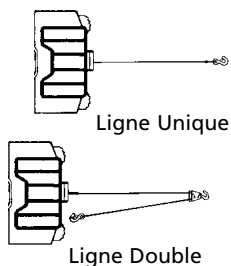

Figure 2
** Toutes les charges sont pour un fonctionnement à câble unique. Le fonctionnement à câble double avec un palan augmente la capacité du treuil approximativement du double. (Voir la Fig. 2.)
1. La capacité de charge de travail maximale se trouve sur la couche de câble métallique située le plus près du tambour. **NE SURCHARGEZ PAS LE TREUIL. N'ESSAYEZ PAS DES TRACCTIONS PROLONGÉES AVEC DES CHARGES LOURDES.** Les surcharges peuvent endommager le treuil et/ou le câble métallique et créer des conditions de fonctionnement dangereuses. **POUR TOUTE CHARGE SUPÉRIEURE À 454 KILOS (1000 LIVRES), NOUS VOUS CONSEILLONS D'UTILISER LE PALAN FACULTATIF AFIN D'AVOIR UNE LIGNE DOUBLE DE CÂBLE MÉTALLIQUE (Fig. 2).** Ceci réduit d'environ 50% la charge sur le treuil et le stress sur le câble métallique. Attachez le crochet à une partie porteuse. **Le moteur du véhicule doit tourner pendant l'opération de treuillage.**